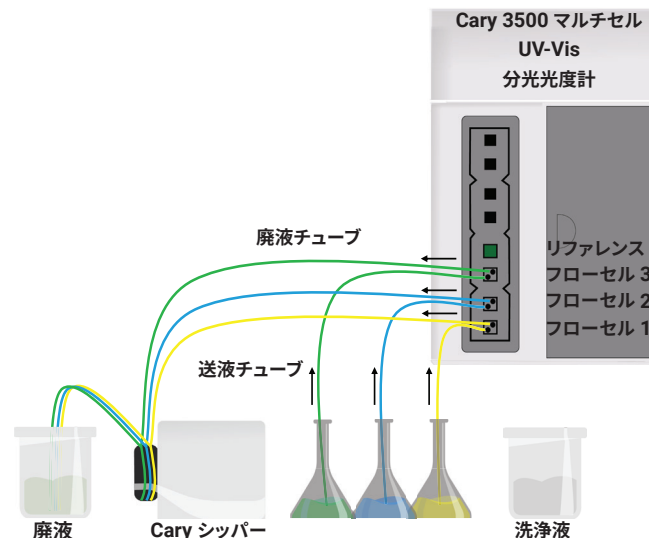

図 1. シッパは、Cary 3500 マルチセル UV-Vis 機器と組み合わせることにより、最大 3 個のサンプルをフローセルに送液して同時に測定できます。
- **Cary 3500 マルチセル**：3 種類の異なるサンプルを 3 個のフローセルに送液できます。図 1 に示すように、リファレンス溶液は 4 番目のセルホルダ位置の標準キュベットに入れます。3 種類すべてのサンプルが同時に測定されるため、サンプルスループットが向上します。また、確実に同じ条件で測定できます。サンプルの温度は Cary UV ワークステーションソフトウェアから制御できます1。測定のために温度を一定に維持したり、サンプルの温度を変えながら吸光度を測定したりすることもできます。